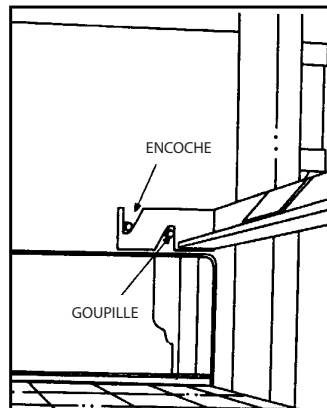

Figure 2
3. Tourner les ferrures de doigt jusqu'à ce que les encoches dans les ferrures reposent sur les goupilles de retenue. (Voir Figure 2.)